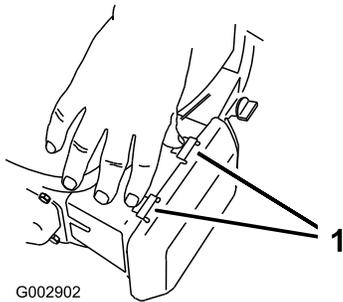

Bild 37
1. Drücken Sie die Verriegelungsnasen oben an der Luftfilterabdeckung nach unten (Bild 37).